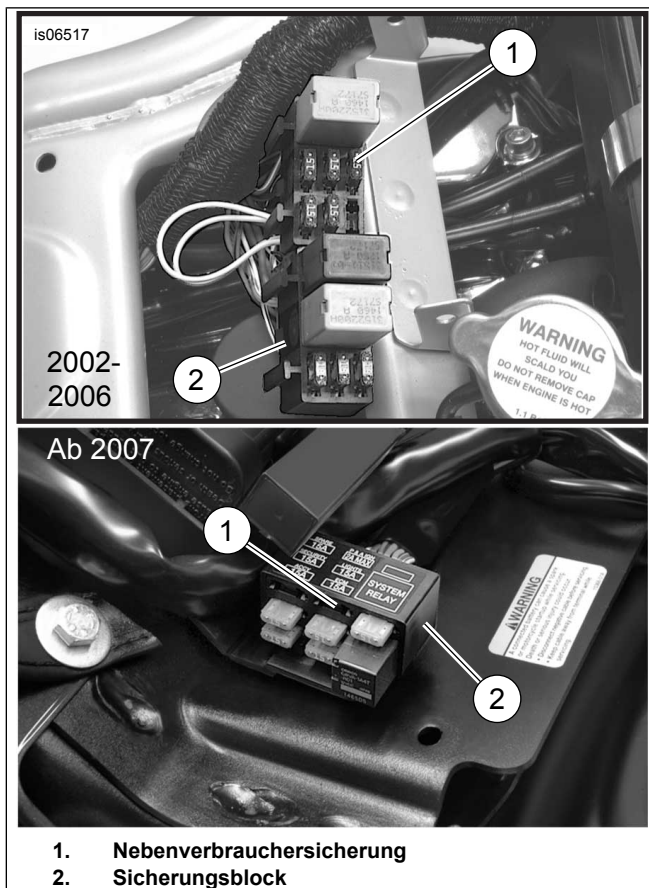

Abbildung 15. Einbauorte der Nebenverbrauersicherungen (V-Rod-Modelle)
1. Siehe Abbildung 15 >. Einen Bereich der Hauptkabelbaumhülle in der Nähe des Sicherungsblocks (2) an einer zugänglichen Stelle behutsam aufschlitzen und das orange/weiße Kabel des Hauptkabelbaums durchschneiden, das zum Sicherungshohlraum (1) mit folgender Bezeichnung führt: